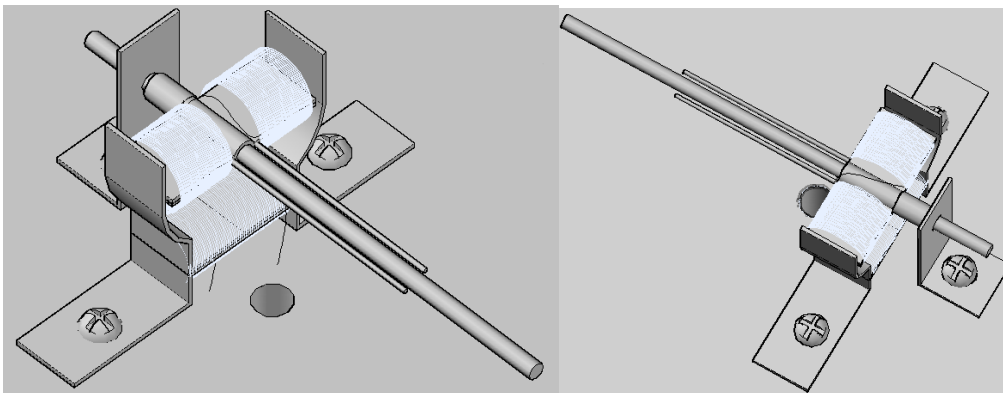

Figura 4.11. Colocación de la armadura.
-Cuando ya está fija la bobina de campo colocar un soporte del eje y poner la bobina de la armadura; verificar que no rosa con el polo de campo al girar, nivelar de modo que gire libremente. Marcar donde estará el orificio del tornillo y fijamos el soporte del eje, realizar lo mismo con el otro soporte. Figura 4.11.